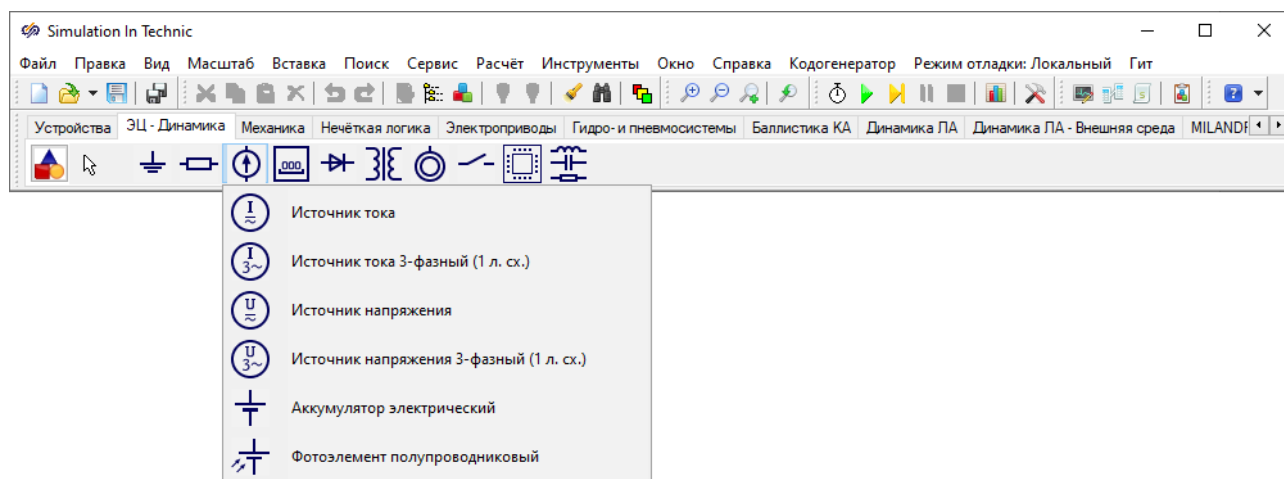

Рисунок 3.4.2. Активированное подменю **«Источники»** со списком входящих в него расчетных блоков.
- 1) Совершите нажатие левой кнопкой мыши по подменю **«Источники»**, в результате чего появится список блоков, находящихся в данном подменю (Рисунок 3.4.2).